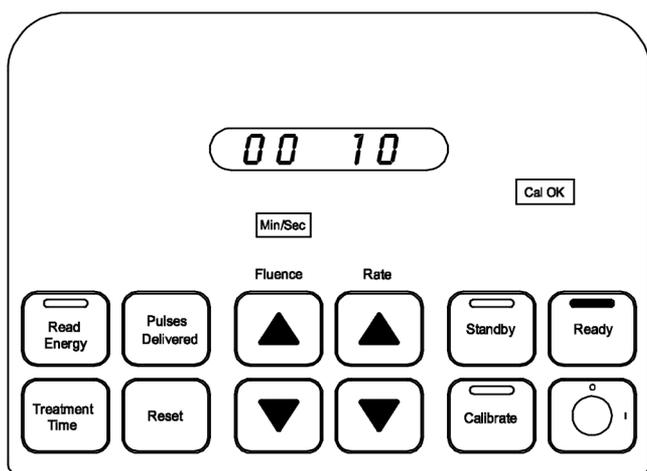

Figure 11
7. Lorsque le système de laser excimère émet le faisceau laser, la durée totale de traitement est enregistrée. Pour afficher la durée de traitement, arrêter l'effet laser et appuyer sur le bouton **Treatment Time** (Durée de traitement). Le témoin lumineux **Min/Sec** s'allume et la durée totale de traitement est indiquée dans la fenêtre d'affichage. (Figure 11)